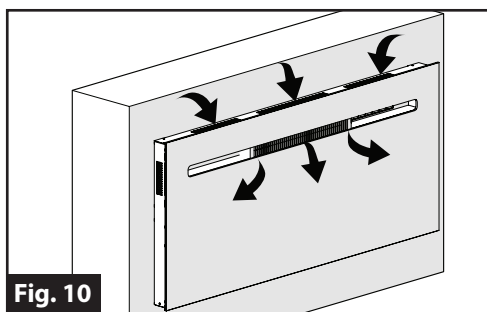

Fig. 10
7. No bloquee las áreas de ventilación. (Fig. 10)